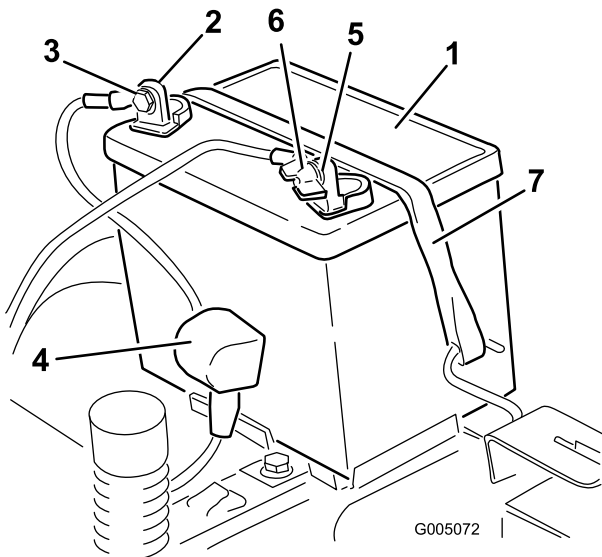

Bild 37
4. Klemmen Sie das Minuskabel (schwarz) vom Batteriepol ab (Bild 37).
6. Klemmen Sie das Pluskabel (Rot) vom Batteriepol ab (Bild 37).
7. Nehmen Sie die Batterieklemme ab (Bild 37) und heben Sie die Batterie aus dem Batteriefach heraus.
1. Setzen Sie die Batterie in das Fach (Bild 37).
5. Befestigen Sie die Batterie mit der Befestigung (Bild 37).